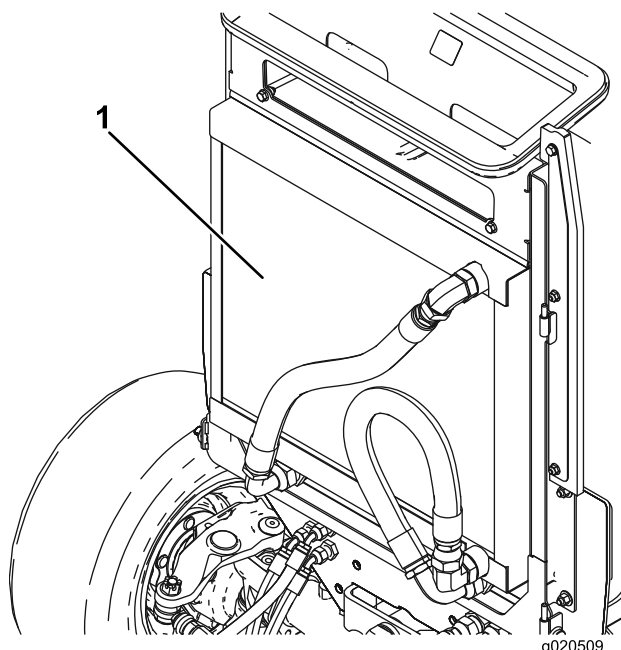

Рисунок 116
4. Тщательно очистите сжатым воздухом область с обеих сторон радиатора/маслоохладителя (Рисунок 116). Начните спереди и сдувайте мусор назад. Затем очистите заднюю сторону, сдувая мусор в направлении передней стороны. Повторите эту процедуру несколько раз до полного удаления сухой травы и мусора.